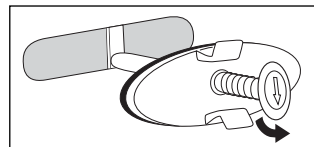

Abb. 5
- Drehen Sie den Spannstift um 90° und lassen Sie ihn langsam los (Abb. 5).